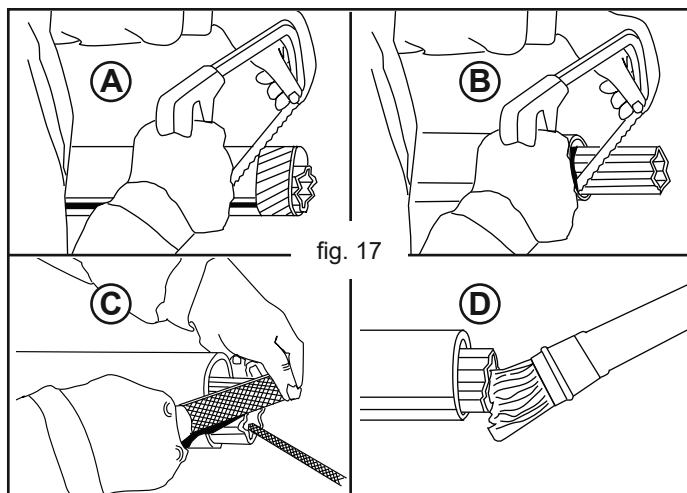

fig. 17
- 3) Raccourcir les tubes télescopiques à la position relevée (A-B, Fig. 17) (la partie excédentaire doit être de la même mesure dans les deux tubes), ébarber et nettoyer (C, Fig. 17) et graisser l'intérieur du tube extérieur (D, Fig. 17).